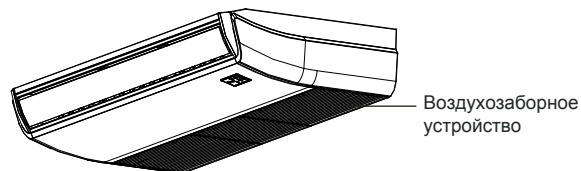

Рис. 6-1
- Откройте воздухозаборное устройство (см. рис. 6-1).